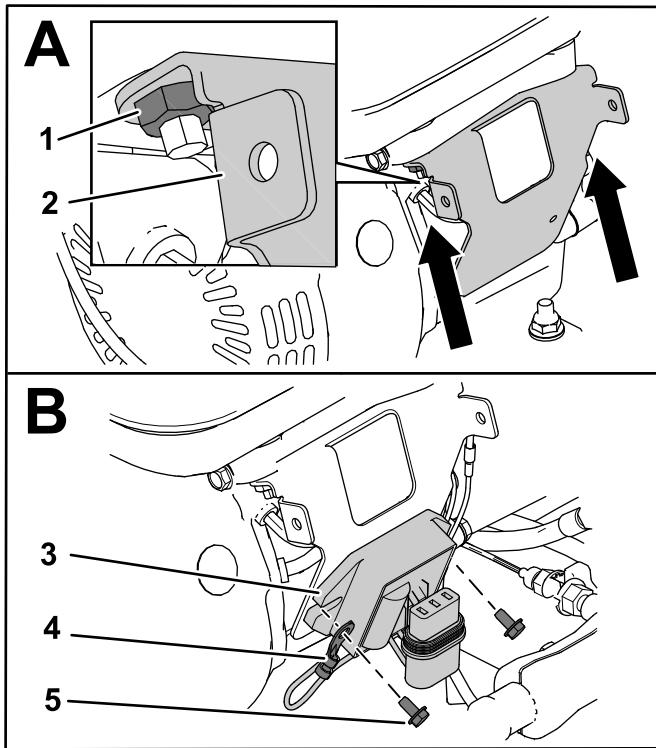

Bild 1
1. Montieren Sie die Montageplatte und den Regler mit zwei Bundmuttern und zwei Bundbolzen am Motorgehäuse, wie in **Bild 1** dargestellt.
Wichtig: Montieren Sie den Ringkabelschuh vom Regleranschluss oben auf dem Regler (**Bild 1**).